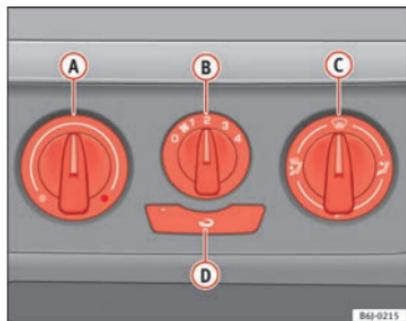

Fig. 91 Sur la planche de bord : éléments de commande du chauffage
- Les régulateurs **A** et **C** et la commande **B** ⇒ fig. 91 permettent de régler la température, la distribution de l'air et la vitesse de la turbine.